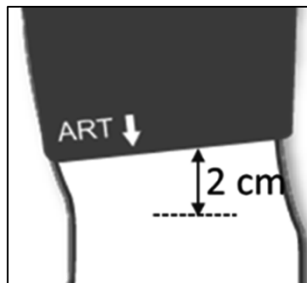

Fig. 4: Poziționarea manșetelor
- Aliniați manșeta astfel încât nicio parte a tubului manșetei să nu poată fi îndoită. Aliniați manșeta astfel încât marginea inferioară a manșetei să fie la aproximativ 2 cm (0,8 inchi) deasupra cotului, consultați Fig. 4: Poziționarea manșetelor, Pag. 76 .
- Asigurați-vă că simbolul arterei de pe manșetă este poziționat pe artera brațului (artera brahială), consultați Fig. 4: Poziționarea manșetelor, Pag. 76.